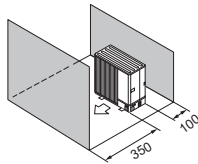

Fig. 2-10
- (5) Hindringer eller lukkede overflater kun foran og bak (Fig. 2-10)